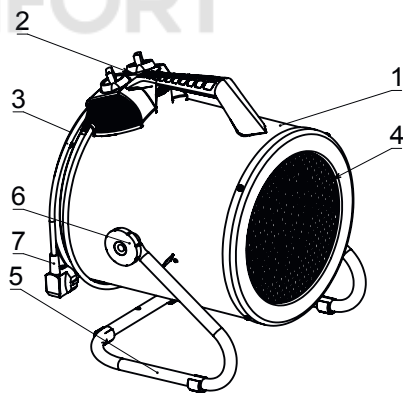

Рис. 1. Конструкция тепловентилятора
Несущая конструкция тепловентилятора (рис.1) состоит из кожухов наружного (1) и внутреннего, изготовленных из листовой стали и имеющих цилиндрическую форму. Во внутреннем кожухе размещены вентилятор, и трубчатые электронагревательные элементы из нержавеющей стали. Снаружи кожуха расположен корпус блока управления (2). Кожух наружный закрытый воздухозаборной (3) и